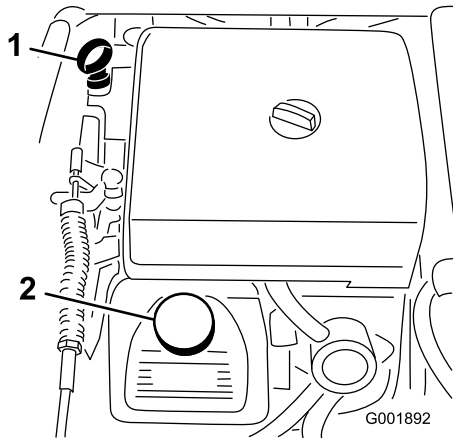

図 20
2. ディップスティックを抜き、ウェスで一度きれいに拭く(図 20)。ディップスティックを、チューブの根元までもう一度しっかりと差し込む。ディップスティックを引き抜いて油量を点検する。
3. 油量が少なければ、バルブ・カバーの上についている補給口(図 20)を開け、ディップスティックの Full マークまでオイルを補給する；オイルの種類や粘度の選択については「エンジンの保守」の章の「エンジン・オイルについて」を参照。補給するときは、ディップスティックで確認しながら少量ずつ入れてください。入れすぎないように注意してください。